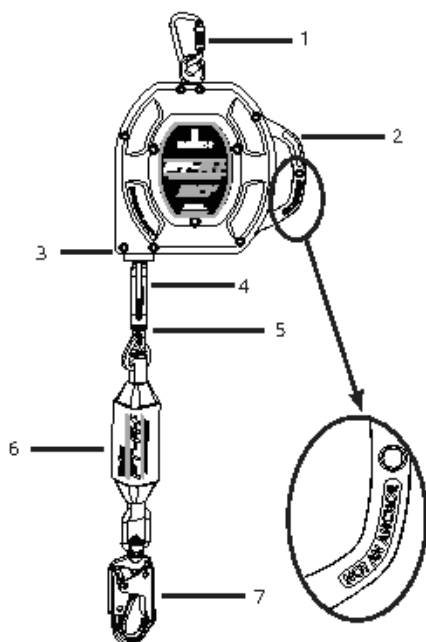

Figure 1 - À propos du bord d'attaque FT-R+ SRL de FallTech®
Comme le montre la figure 1 ci-dessous, le DAR est muni d'un boîtier en nylon renforcé de fibre de verre avec une poignée intégrée qui contient une ligne de vie composée d'un câble d'acier de 5,6 mm (7/32 po) de diamètre, enroulé sur un tambour tendu par un ressort. La ligne de vie du DAR est équipée d'un ensemble de câble d'arrêt et de poignées avec un pare-chocs, d'un absorbeur d'énergie détachable (AE) et d'un mousqueton pivotant en acier. Lorsque l'utilisateur est attaché, la ligne de vie se déploie et se rétracte avec le mouvement de l'utilisateur, maintenant automatiquement la ligne de vie tendue. Si une chute se produit, un système de cliquet centrifuge s'enclenche, arrêtant le